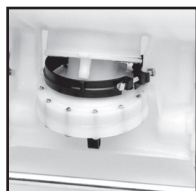

Figura 2
2. Con la unidad apoyada en la parte posterior y el ensamble de la bomba hacia usted, saque la vara de la bomba (C). Suelte la abrazadera de la manguera y retire la manguera de presión (D). Luego, suelte la abrazadera en la base del aspersor (E). Figura 2.